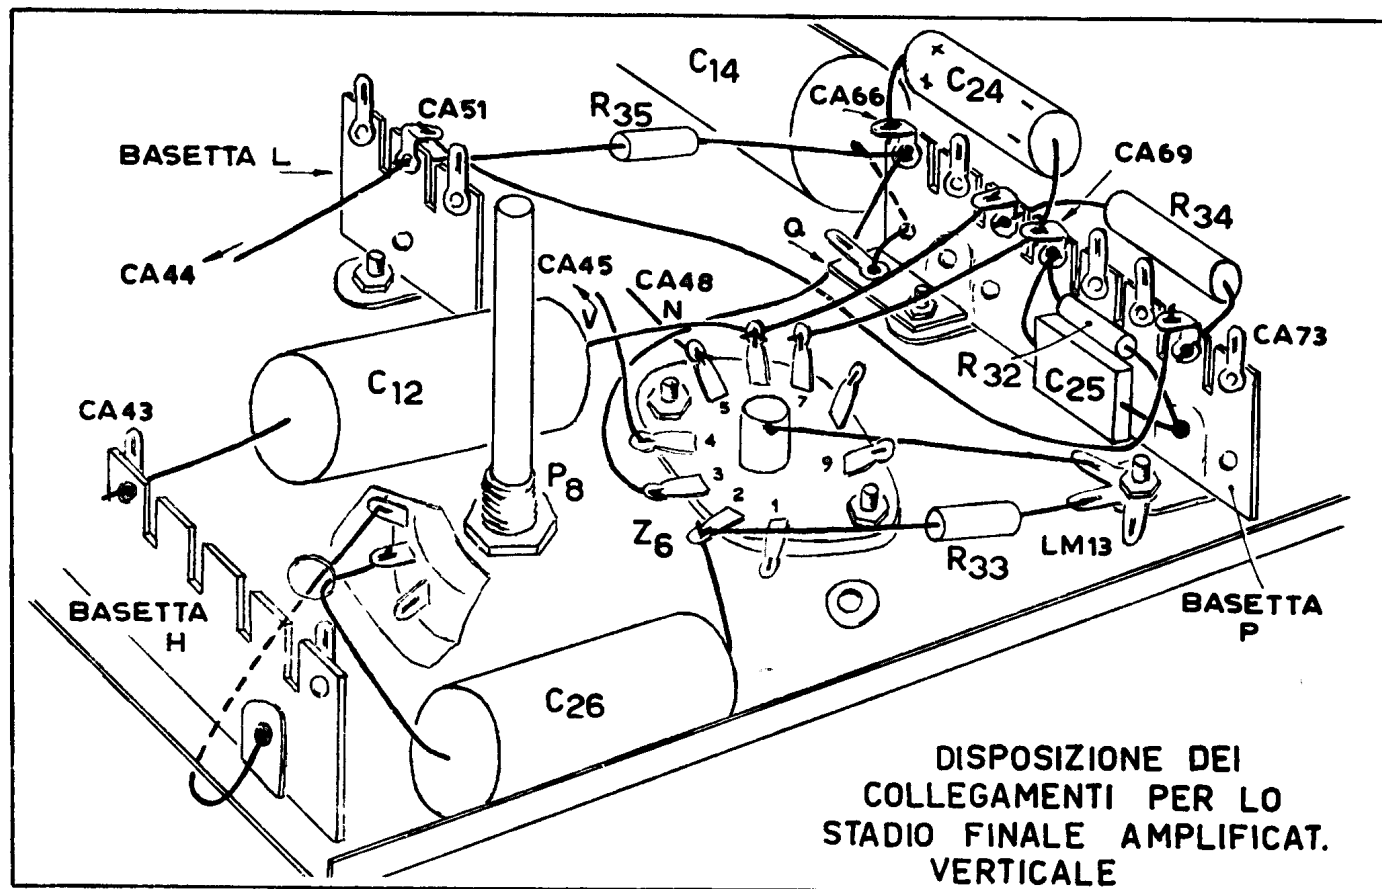

Fig. 10
a) - FISSI IL TERMINALE LIBERO DEL CONDENSATORE C14 (0,5  $\mu$ F - 1,5 kVp) ALL'OCCHIELLO DEL CAPOCORDA UNICO DELLA BASETTA Q (CA74) PASSANDO ATTRAVERSO IL FORO ESTREMO DELLA BASETTA P (fig. 10).
d) - SALDI IL RESISTORE R32 (270  $\Omega$  - 1/2 W) ED IL CONDENSATORE C25 (1200 pF - 1 kVp) FRA L'OCCHIELLO DEL SUPPORTO DELLA BASETTA P E L'OCCHIELLO DEL CA69 (fig.10).